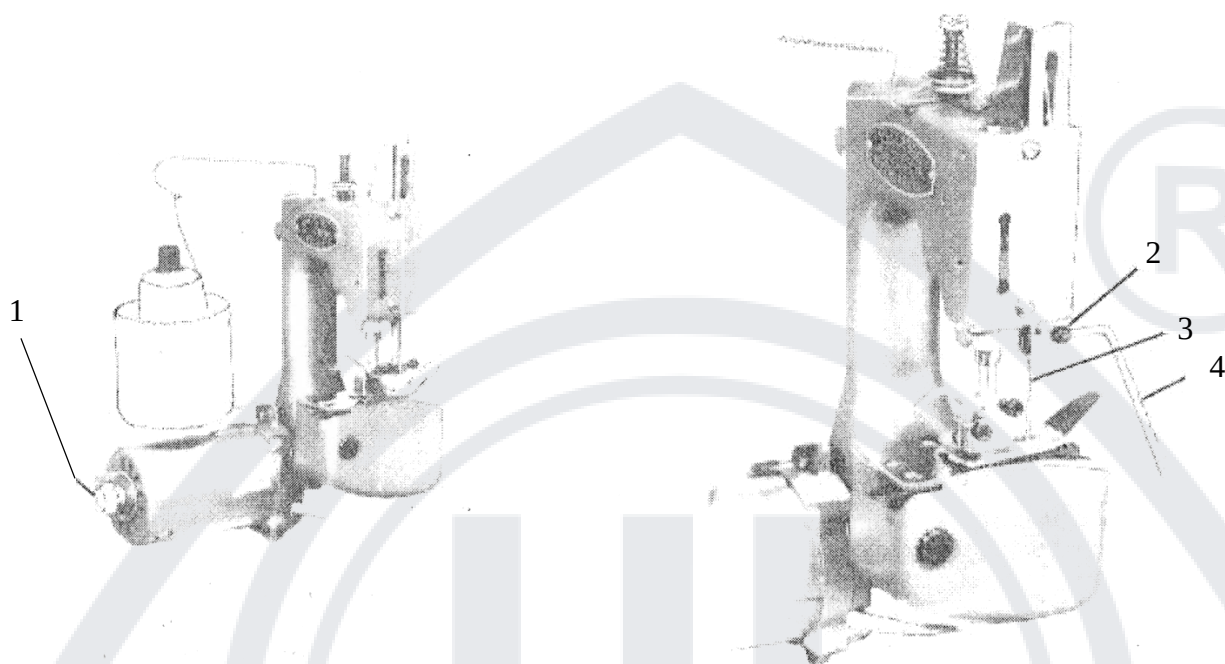

Рис. 1
- 1) Поверните кнопку (1) (Рис. 1), чтобы установить держатель зубцов.